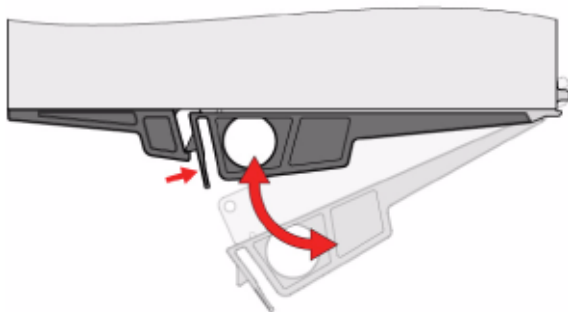

図3-25 ハンドルラッチの解放
2. ラッチが開いた状態でディスクI/Oモジュールを筐体にスライドさせます。(図3-25参照)